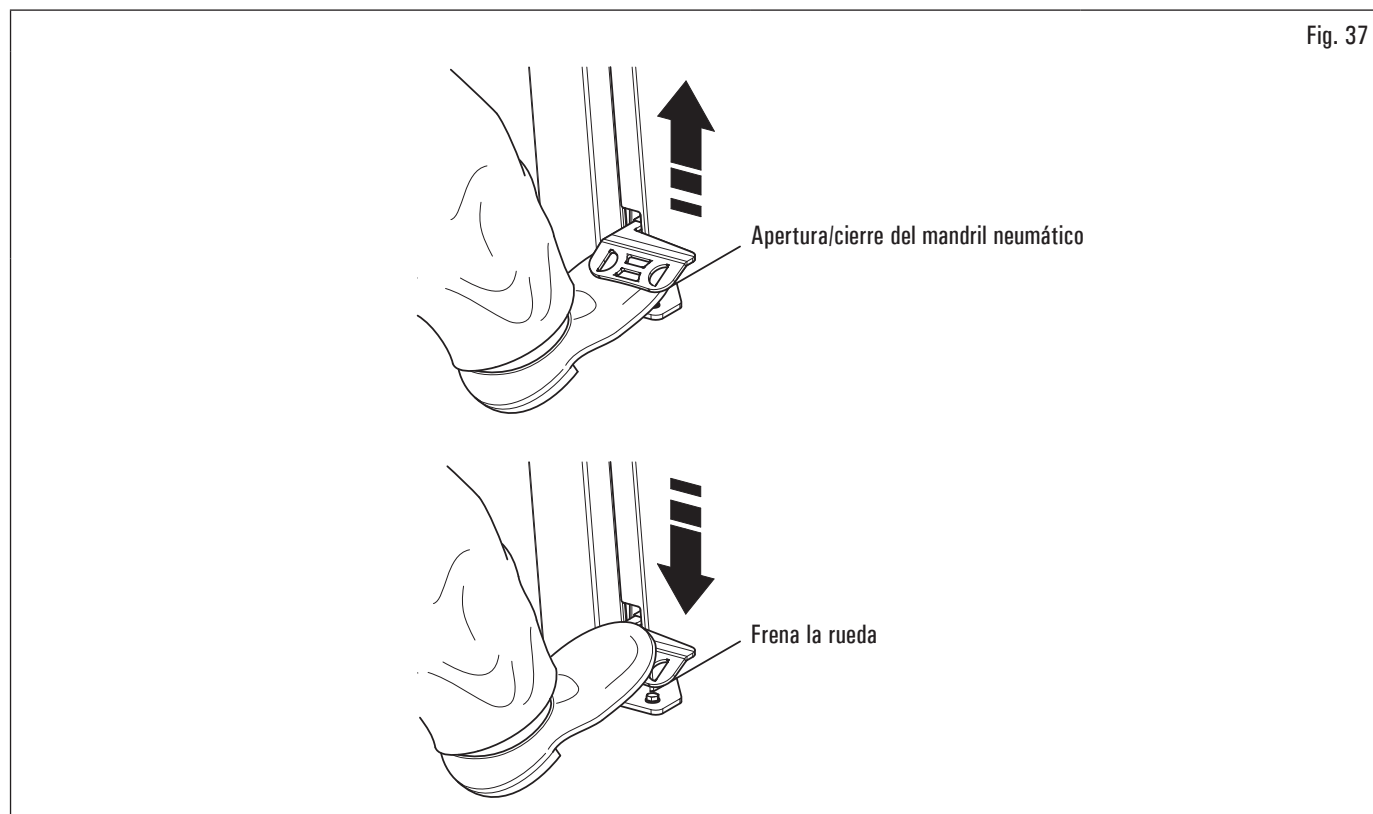

Fig. 37
1. Si el mandril neumático está cerrado, ábralo levantando el pedal específico, véase Fig. 37;